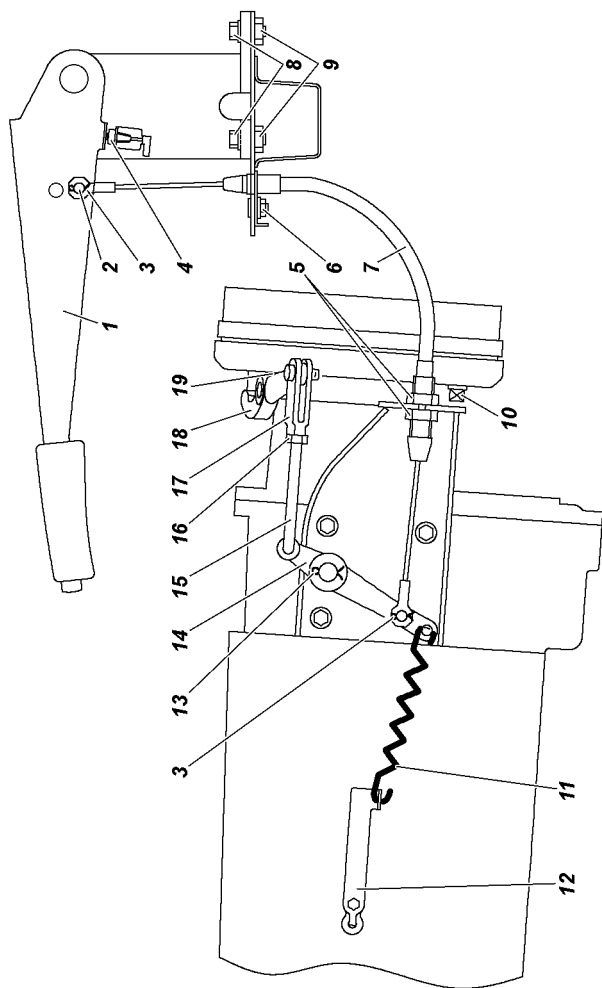

Рис. 9.37. Привод стояночного тормоза трансмиссионный:
Трансмиссионный стояночный тормоз, действующий на трансмиссию (рис. 9.37).
2. Переместите рычаг стояночного тормоза 1 (рис. 9.37) в крайнее нижнее положение.